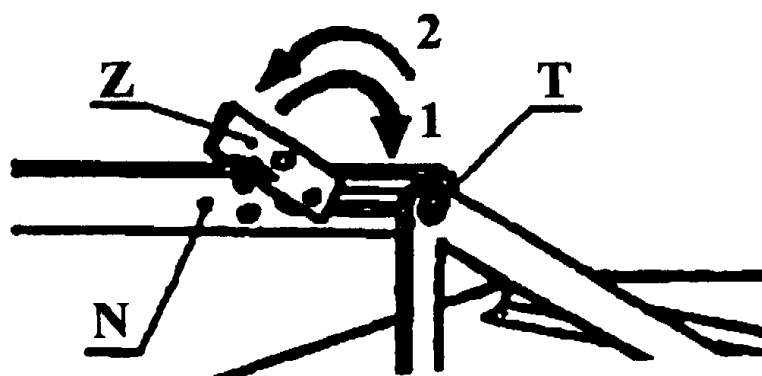

Рис. 8. Установка собачки „Z” в транспортное положение
- 3) повернуть собачку Z” (Рис. 8) вниз, в положение, блокирующее перемещение штифта „Т” в отверстии тяги „N”,
- По время переездов по общественным дорогам на косилке должны быть установлены на кронштейнах (Рис. 8):
- переносная предупредительная таблица (1) с бело-красными полосами, площадью как минимум 1000 см2 с освещением,
- треугольный опознавательный знак для тихоходных транспортных средств (2).
- Скорость переезда не может превышать 15 км/час (3).
- 3) повернуть собачку „Z” (Рис. 8) вверх, в положение, обеспечивающее перемещение штифта „Т” в продолговатом отверстии тяги „N” (копирование территории),